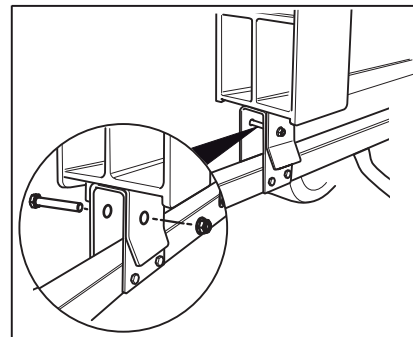

Fig.6b
- Montez la vis et l'écrou (A) puis serrez-les à fond. Fig. 6b